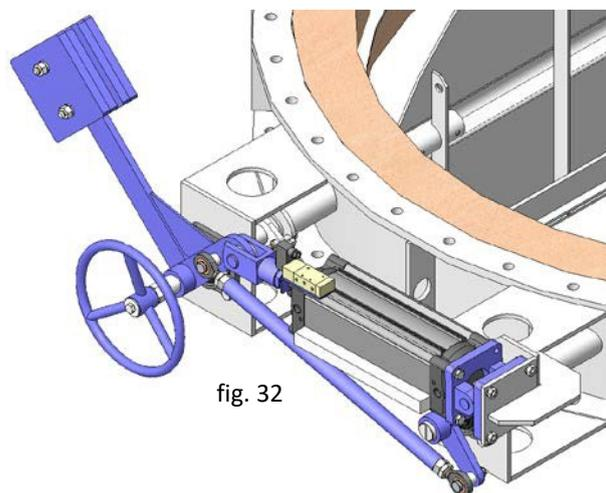

fig. 32
- Accionamentos manuais de emergência (fig. 32)
- **Accionamento manual de emergência:** permite accionar manualmente a válvula de borboleta amortecedora em caso de falha de energia ou de ar (fig. 32).